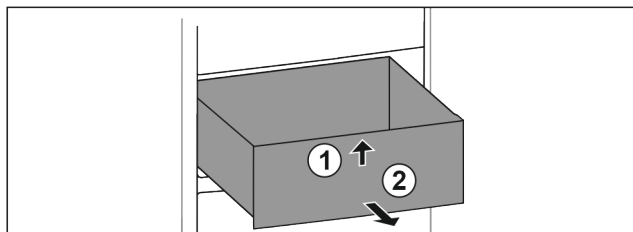

Fig. 133
- Podignite ladicu sprijeda. Fig. 133 (1)
- Izvadite ladicu prema naprijed. Fig. 133 (2)